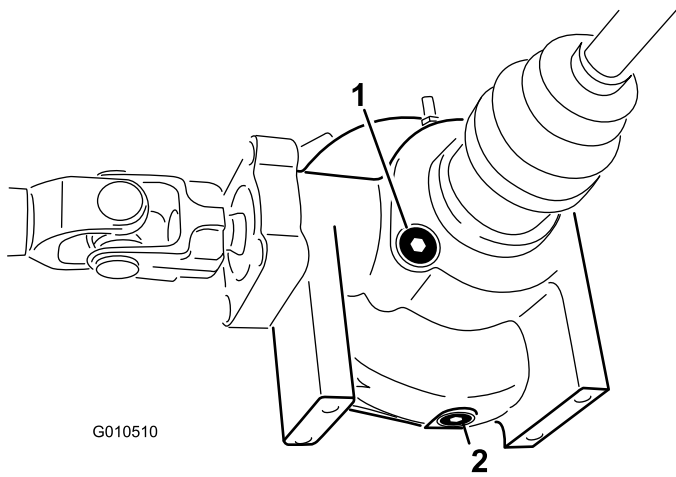

Bild 22
2. Reinigen Sie den Bereich um die Füll-/Prüfschraube seitlich am Differenzial (Bild 22).